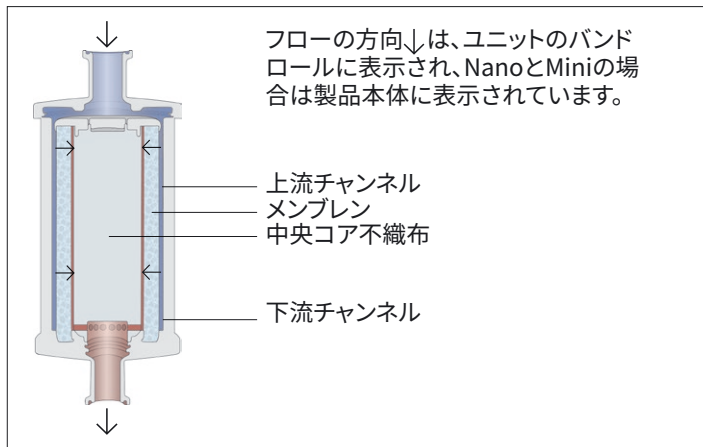

図2: カセット内部の構造と流路
- ▷ フローは上流チャンネルに向かい（例えば、溶液が製品に入る）、メンブレンレイヤーを通過して下流チャンネルに流れ、製品の排出口に向かいます（図2を参照）。